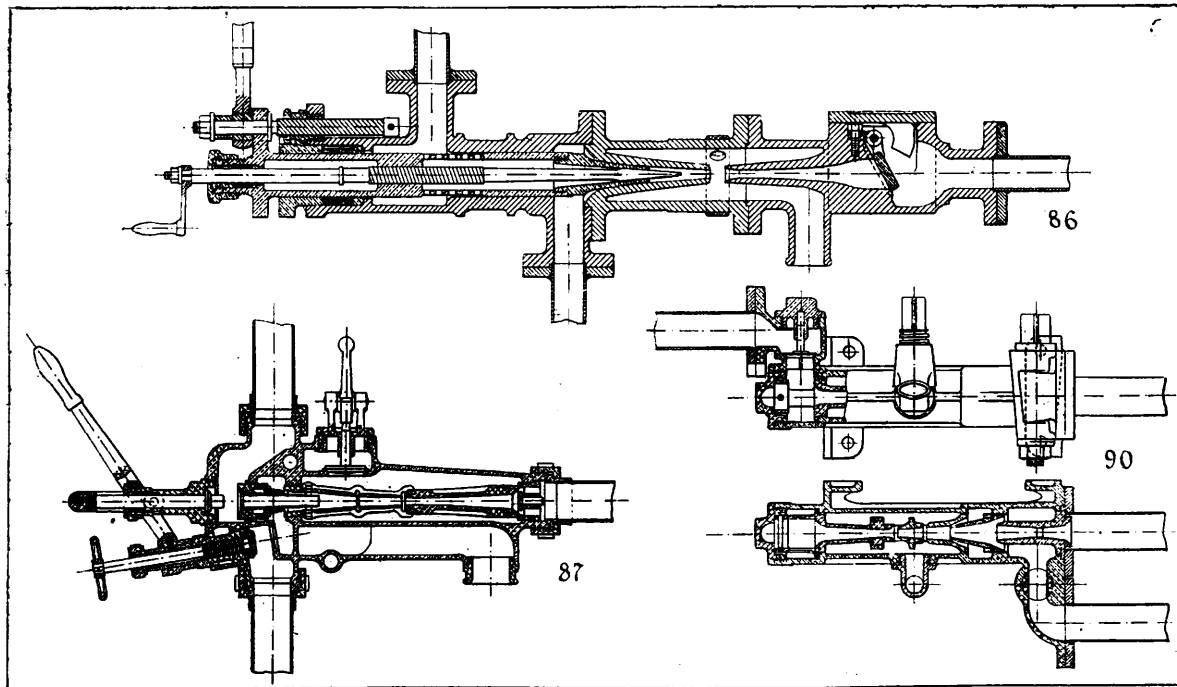

Fig. 86. Injecteur Giffard. — Fig. 87. Injecteur Sellers. — Fig. 90. Injecteur Friedmann.
50. Injecteur Giffard. — Dans l'injecteur Giffard, représenté en coupe verticale par la figure 86, l'*aiguille*, manœuvrée par une petite manivelle, ferme ou ouvre plus ou moins la *tuyère* par laquelle s'échappe la vapeur prise à la chaudière. Il faut fermer cette aiguille avec douceur, car, poussée fortement, elle peut faire éclater la tuyère dans laquelle elle se coince. Le petit jet de vapeur, que laisse passer la tuyère entr'ouverte, entraîne l'air lors de la mise en marche et appelle l'eau par suite de la diminution de la pression dans le tuyau d'aspiration.
La figure 86 *bis* représente l'injecteur Giffard monté sur les locomotives de la compagnie de Lyon : il diffère du précédent par sa position verticale, et surtout parce que la pièce qui porte la tuyère et le divergent est mobile entre deux garnitures qu'on resserre de l'extérieur. L'inconvénient de la garniture intérieure est ainsi évité.
Fig. 86 bis. — Injecteur Giffard de la compagnie de Lyon.